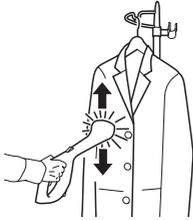

Abb. 18
5. Warten Sie, bis ausreichend Dampf aus der Textilpflegedüse herauskommt. Führen Sie dann die Textilpflegedüse an das Textil heran und dämpfen Sie es mit langsamen Auf-und-Ab-Bewegungen (Abb. 18). Verwenden Sie den Baumwollüberzug (Abb. 16/8) bei Bedarf, um Haare und Fusseln besser vom Textil zu entfernen.